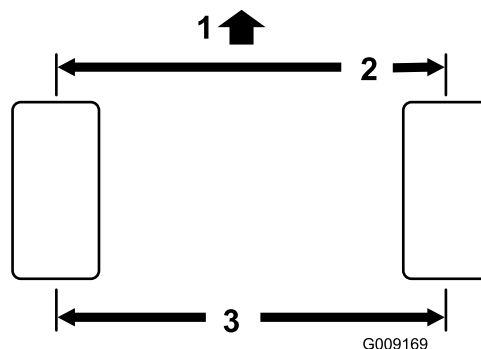

Figure 59
2. Mesurez l'entraxe (à hauteur d'essieu) à l'avant et à l'arrière des roues directrices (Figure 59). Vous devez obtenir 0 ± 3 mm à l'avant du pneu puis à l'arrière du pneu. Tournez les roues à 90 degrés et mesurez à nouveau.